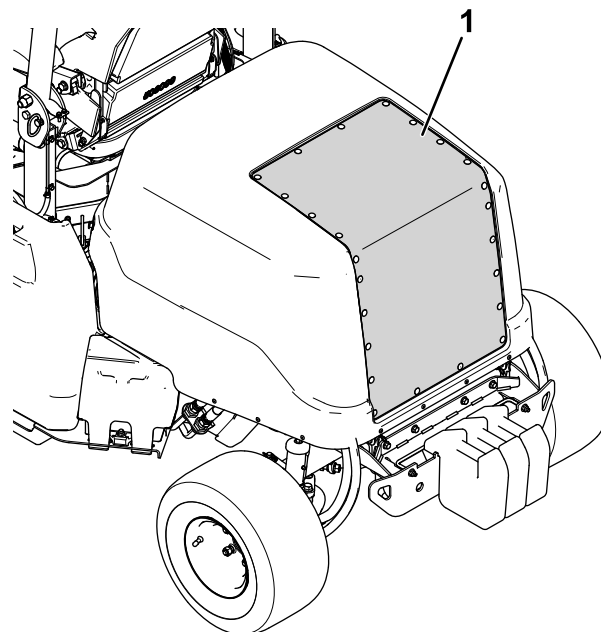

Figura 73
2. Utilizați aer comprimat pentru a curăța ecranul capotei (în modul indicat în Figura 73). Direcționați aerul spre exteriorul mainii.